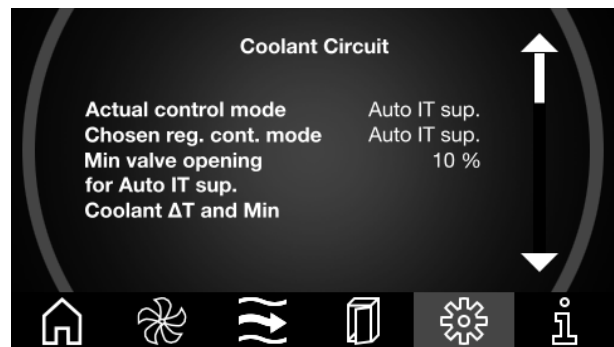

Abb. 82: Bildschirmseite „Coolant Circuit“
- Blättern Sie von der Bildschirmseite „Coolant Circuit“ (Abb. 82) mit den Pfeiltasten auf die dritte Bildschirmseite.